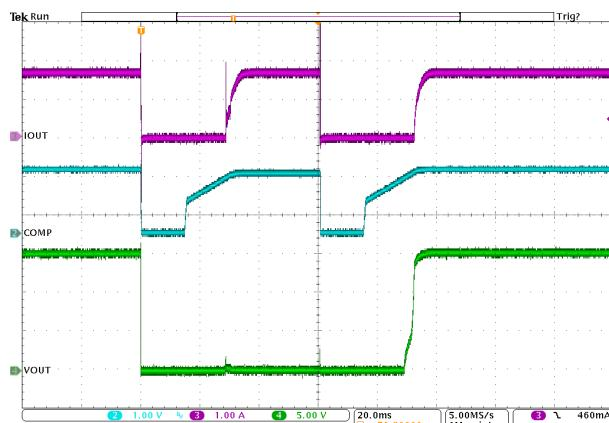
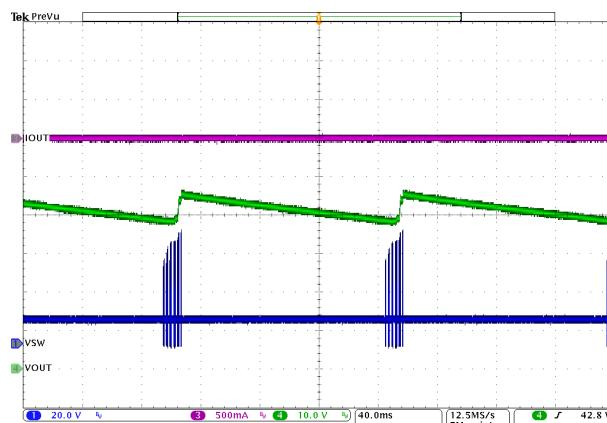

图 4-7. CC SEPIC LED 输出短路
图 4-8. CC SEPIC LED 开路和过压保护
TPS92682-Q1 包括各种故障处理和诊断特性。图 4-7 和图 4-8 显示了针对 CC SEPIC 通道的 LED 短路和 LED 开路保护。
如图 4-7 所示，当 LED 负载发生短路时，将触发欠压保护（如果启用了 UV 故障保护），COMP 引脚将下拉至低电平，相关通道将关闭。该通道在编程的主故障计时器 (MFT) 时间内保持关闭状态。当 MFT 计数完成时，通道将执行软启动序列。CC SEPIC 可调节流入输出短路的输出电流。如果输出端持续短路，则在软启动斜坡完成时触发 UV 故障。软启动斜坡期间会禁用 UV。如果输出短路消失，控制器将继续调节流入输出端 LED 的电流。在图 4-7 所示的测试中已移除输出 PFET。
如图 4-8 所示，当发生 LED 负载开路时，负载电压会增加到高于编程的过压 (OV) 阈值，并且相关通道会关闭。该通道保持关闭状态，直到负载电压降至 OV 迟滞值以下，此时该通道将执行软启动序列。可通过对 OV 寄存器进行编程并调整连接到 FB2/OV2 引脚的电阻分压器来设置 OV 阈值。